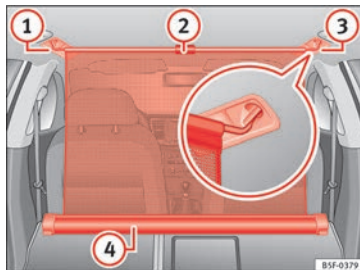

Abb. 169 Im Gepäckraum: eingehängte Netztrennwand bei vorgeklappter Rücksitzlehne.
- Ziehen Sie die Lasche »» Abb. 169 ② nach oben, um das Netz aus dem Einsatz »» Abb. 169 ④ zu nehmen.
- Hängen Sie die Netztrennwand an der rechten Seite »» Abb. 169 ③ (vergrößerte Darstellung) ein.
- Haken Sie das Trennnetz in die Aufnahme auf der linken Seite ein »» Abb. 169 ①, indem Sie an der Stange ziehen.
Das Trennnetz ist richtig eingebaut, wenn äußeren Enden in T-Form fest in den entsprechenden Aufnahmen »» Abb. 169 ③ und ① aufgenommen sind.
- Rollen Sie die Netztrennwand in den Einsatz »» Abb. 169 ④ ein, indem Sie sie mit der Hand nach unten ziehen.